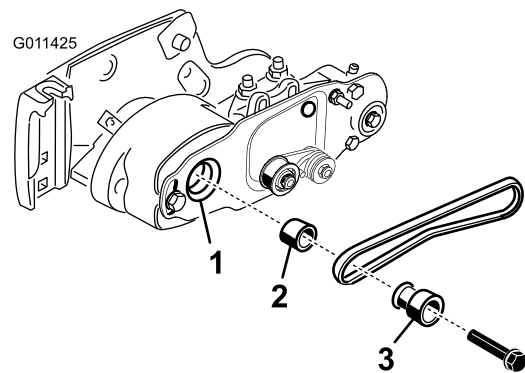

図 16
4. リールを回しながらつまり駆動プーリを回しながら、駆動プーリからベルトをはずす 図 16。
6. シャフトから、ローラブラシ駆動プーリとスペーサを外す 図 16。